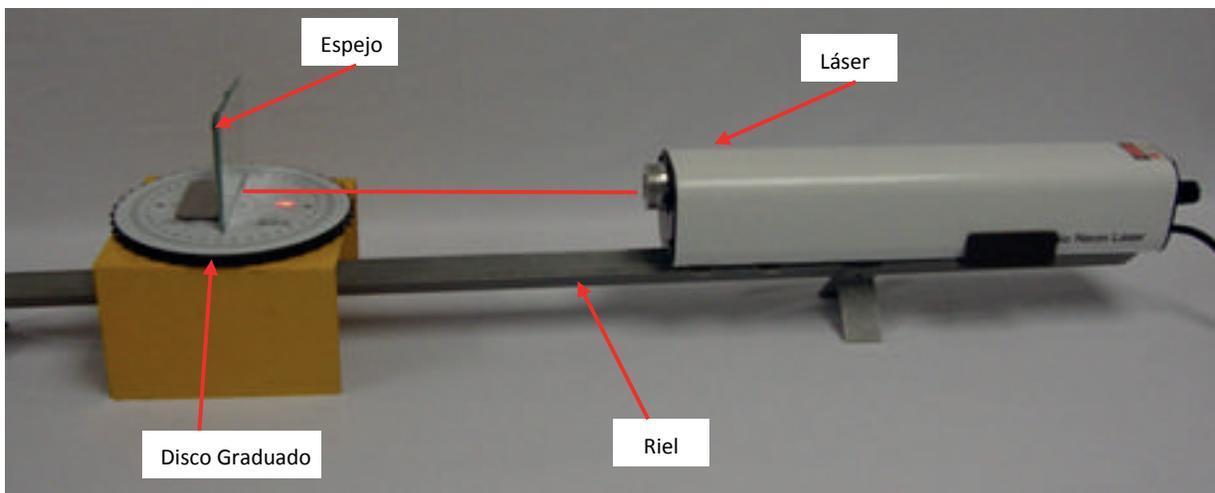

Figura 3.5. Reflexión de la luz
- a) Coloque el láser sobre el riel e instale el disco graduado, como la base de éste, está desnivelado, coloque la parte baja frente al láser según se muestra en la figura 3.5.